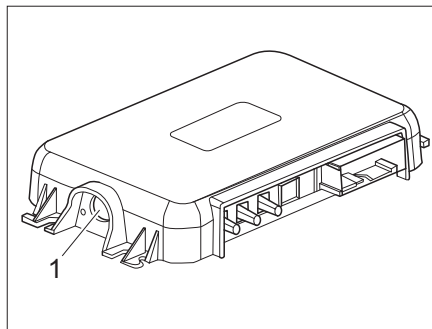

Fig. 278 Touche de jumelage sur la SCU
- Appuyer sur la touche de jumelage de la SCU (Fig. 278,1). Le véhicule et l'appareil mobile sont maintenant associés.